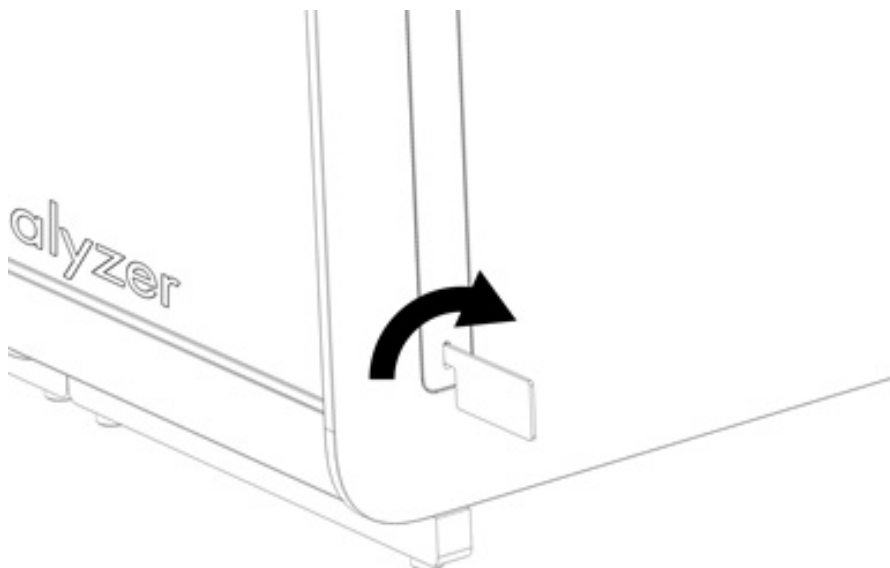

Bild 15. Ta bort skyddshöljen.
3. Ta bort skyddshöljerna från sidan av den analytiska enheten med borttagningsverktyget för den analytiska enheten som medföljde QIAstat-Dx Analyzer 1.0 (bild 15).